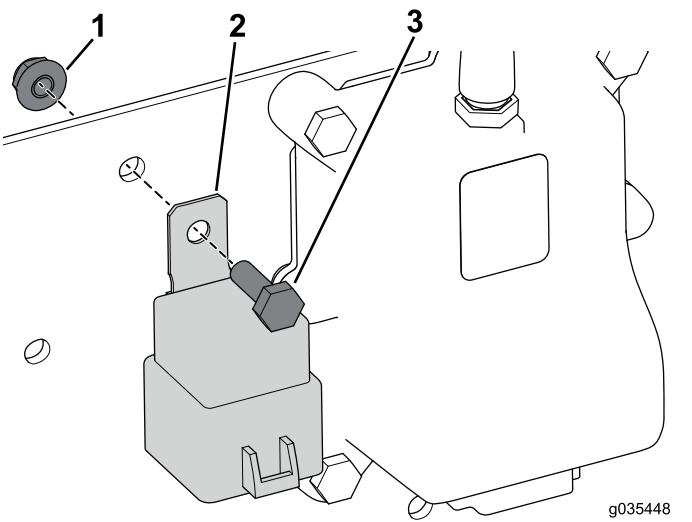

図 13
3. リレーを固定するボルト $1/4 \times 3/4$ インチとフランジナットを使う図 13。